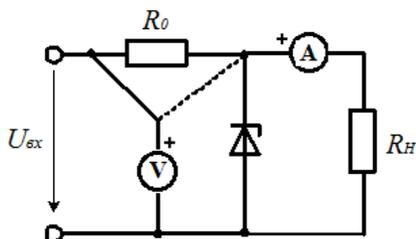

Рис. 8.1. Электрическая схема исследуемой цепи
Схема параметрического стабилизатора (рис. 8.1) собирается с помощью соединительных проводников на наборной панели лабораторного стенда.
2. Соберите цепь параметрического стабилизатора (рис. 8.1) на макетной панели с помощью проводников, сначала не включая в нее сопротивление нагрузки.